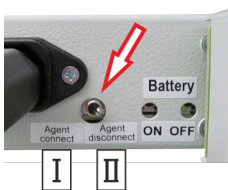

Abb. 56: Blockierschalter
1. Das System blockieren: Blockierschalter (Abb. 56/Pfeil) auf "Agent disconnect [blockiert]" (Abb. 56/II) schalten.